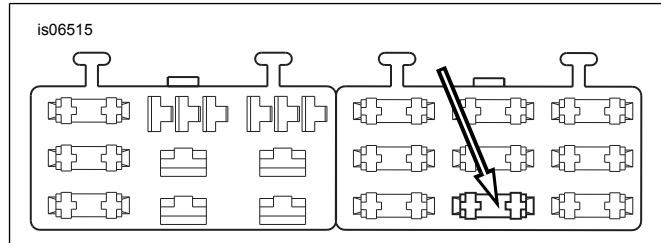

Abbildung 25. Sicherungsblockhohlraum „OPEN“ (Dyna-Modelle ab 2004)
3. Siehe Abbildung 25. Die Masseschraube (1) ausbauen, die sich
- Siehe Abbildung 25. Den als „OPEN“ (nicht belegt) ausgewiesenen Sicherungshohlraum an der Sicherungsblockabdeckung im rechten Sicherungsblock ausfindig machen. Den Kontakt des orange/weißen Adapterkabels bis zum Anschlag einführen. An einem benachbarten, im Werk eingebauten Kontakt orientieren, um zu prüfen, ob der Kontakt richtig ausgerichtet und tief genug eingesetzt ist.